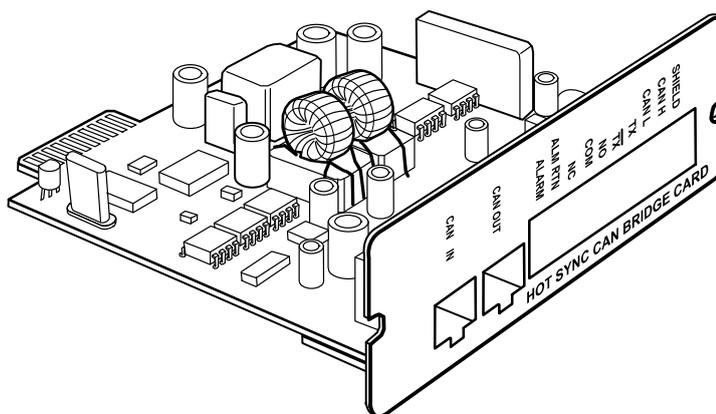

Abbildung 41. Powerware HotSync-CAN-Bridge-Karte
3. Die Powerware HotSync-CAN-Bridge-Karte auspacken und die Karte auf etwaige Transportschäden überprüfen (siehe Abbildung 41).